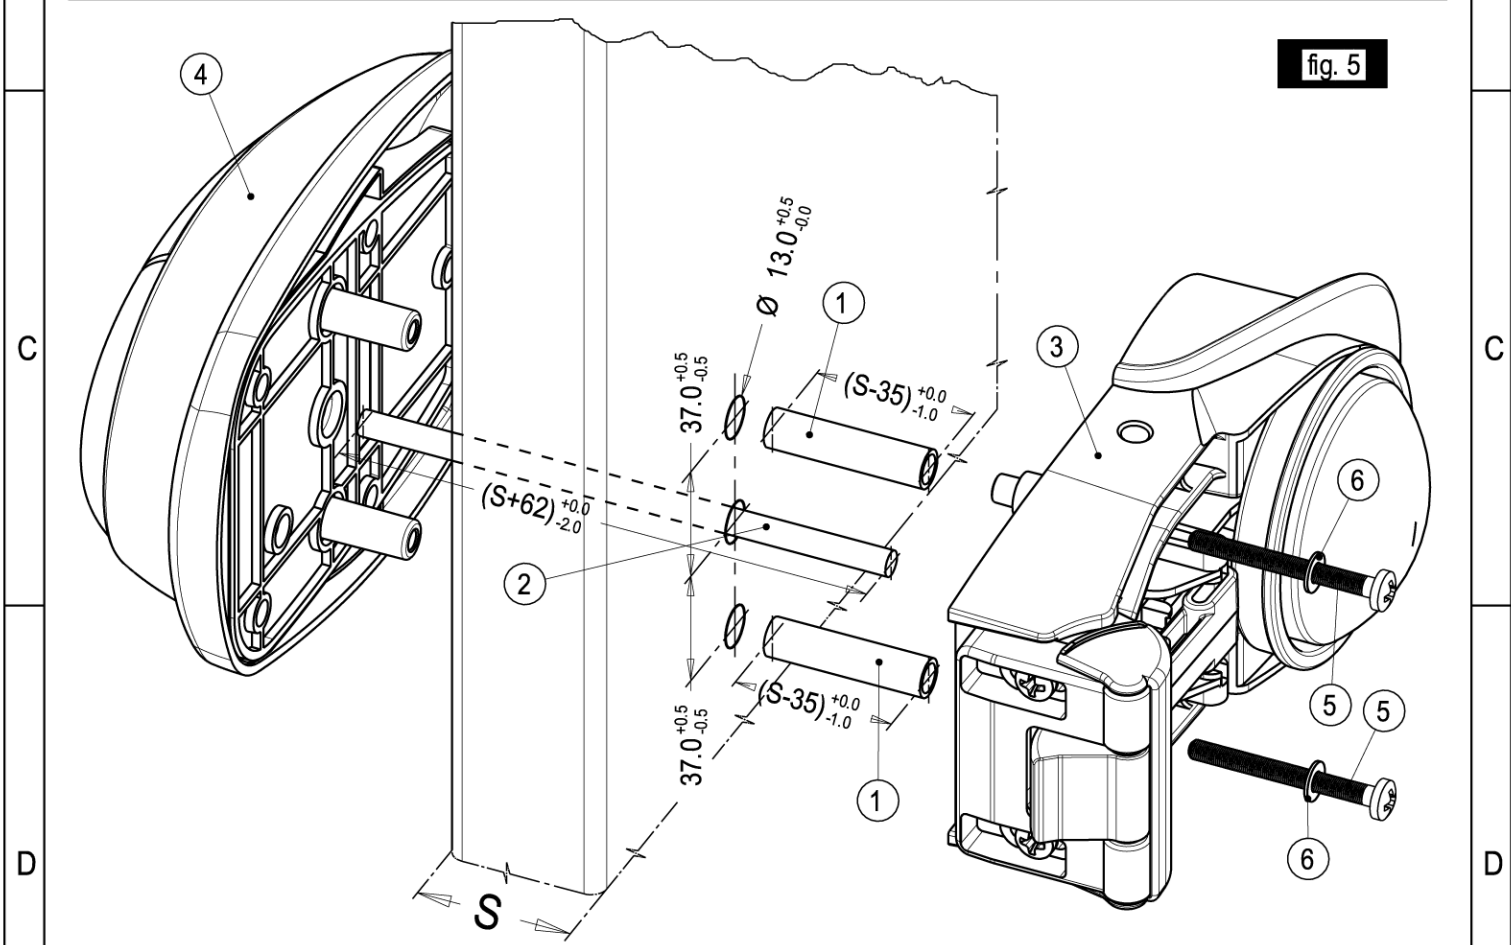

fig. 5
2 - fig. 5 uciąć rurki (detal 1) na długość o **35 mm krótszą niż grubość płyta** i wsunąć w otwory o średnicy 13 mm;
3 - fig. 5 uciąć trzpień (detal 2) na długość o **62 mm dłuższą od płyta** i wsunąć do środkowego otworu o średnicy 13 mm;
4 - fig. 5 umieścić zewnętrzną część zamka (det. 4) w odpowiednich otworach montażowych w płacie drzwiowym;
7 - fig. 5 włożyć 2 śruby (detale 5-6) do odpowiednich otworów i dokręcić, **uważając, żeby nie wgnieść płyta!!**
- prawidłowe docięcie rurek (det. 1) fig. 5
2 – fig.5 cut the tubes (detail 1) **35 mm less than the door thickness** and insert it into the 13 mm \varnothing holes;
3 – fig.5 cut the bar (detail 2) **62 mm longer than the door thickness** and insert it into the 13 mm \varnothing central hole;
4 –fig. 5 place the external handle (detail 4) into the respective fixing holes on the door;
6 –fig.5 insert the internal safety device (detail 3) into the respective fixing holes on the door;
7 – fig. 5 insert the 2 screws (detail 5-6) in their housings and tighten them, **taking care to avoid any panel compression!!**
- check the correct cut of the tubes (detail 1) fig.5